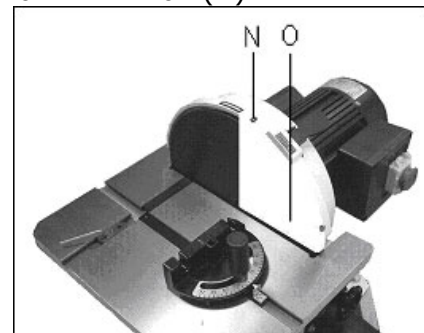

Рис. 4
Закрепите защитное приспособление тарельчатого шлифовального круга (О, рис. 4) с помощью 2-х винтов (N).
Снимите защитное приспособление тарельчатого шлифовального круга (O, рис. 4).